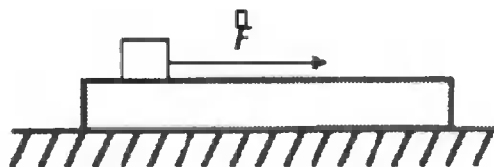

Рис. 6
**14.** Доска массой  $M$  покоится на горизонтальной поверхности стола. На шероховатой поверхности доски лежит небольшой брусок массой  $m$  (см. рис. 6). На брусок в течение времени  $\tau$  действует постоянная горизонтальная сила  $F$ , и брусок скользит по доске. К моменту окончания действия силы брусок движется со скоростью  $V_0$  относительно стола. Определить скорость доски в этот момент. Трением между доской и поверхностью стола пренебречь.